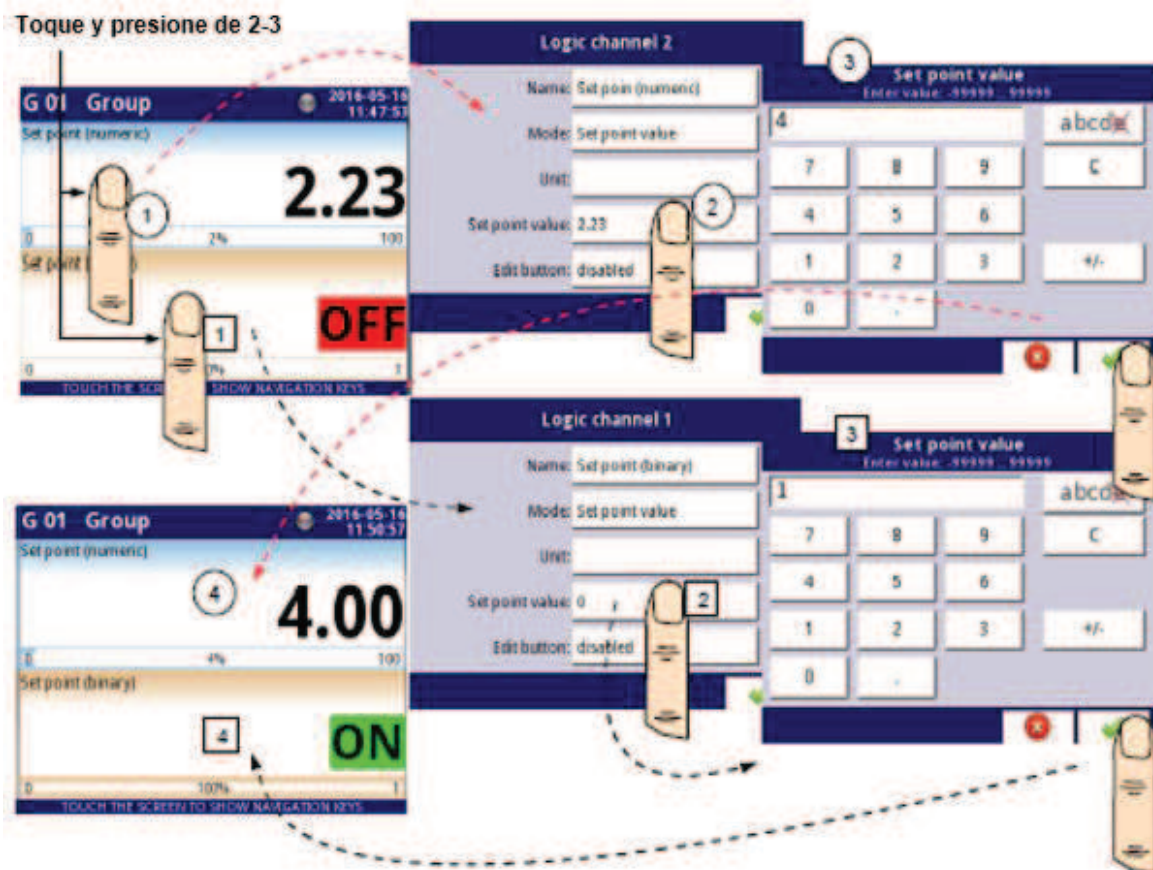

Fig. 7.56. Configuración del valor para el canal lógico en el valor de punto de ajuste para el botón desactivado
- **desactivado:** el botón está deshabilitado en la pantalla, en este caso, la fuente de datos del canal lógico será el valor establecido en el parámetro **Valor de punto de ajuste**, (ver Fig. 7.56),